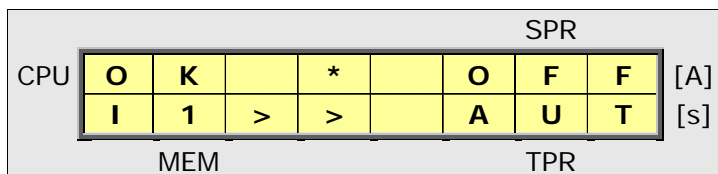

Fig.6 - Scatto in corso per soglia I>> sulla Fase 1
In modalità AUTOMATICA il dispositivo segnala lo scatto per superamento di una delle soglie [SPR] e del relativo tempo d'intervento [TPR], riportando a display un asterisco (*) e la soglia che ha determinato lo scatto. La Fig.6 mostra un esempio. Prima dello scatto, l'avviamento viene segnalato col carattere (a). Se è attiva la logica di coordinamento ed è presente l'ingresso (LC), il display indica un carattere (c). Se si verifica un avviamento, in presenza dell'ingresso (LC), il dispositivo produrrà uno scatto solo dopo il tempo massimo e, nell'attesa, il display indicherà la lettera (r). Oltre alle soglie di scatto, il dispositivo segnala a display anche le anomalie su bobina a lancio di corrente con (TCS) e le eventuali incongruenze di stato sull'interruttore con (52ER).